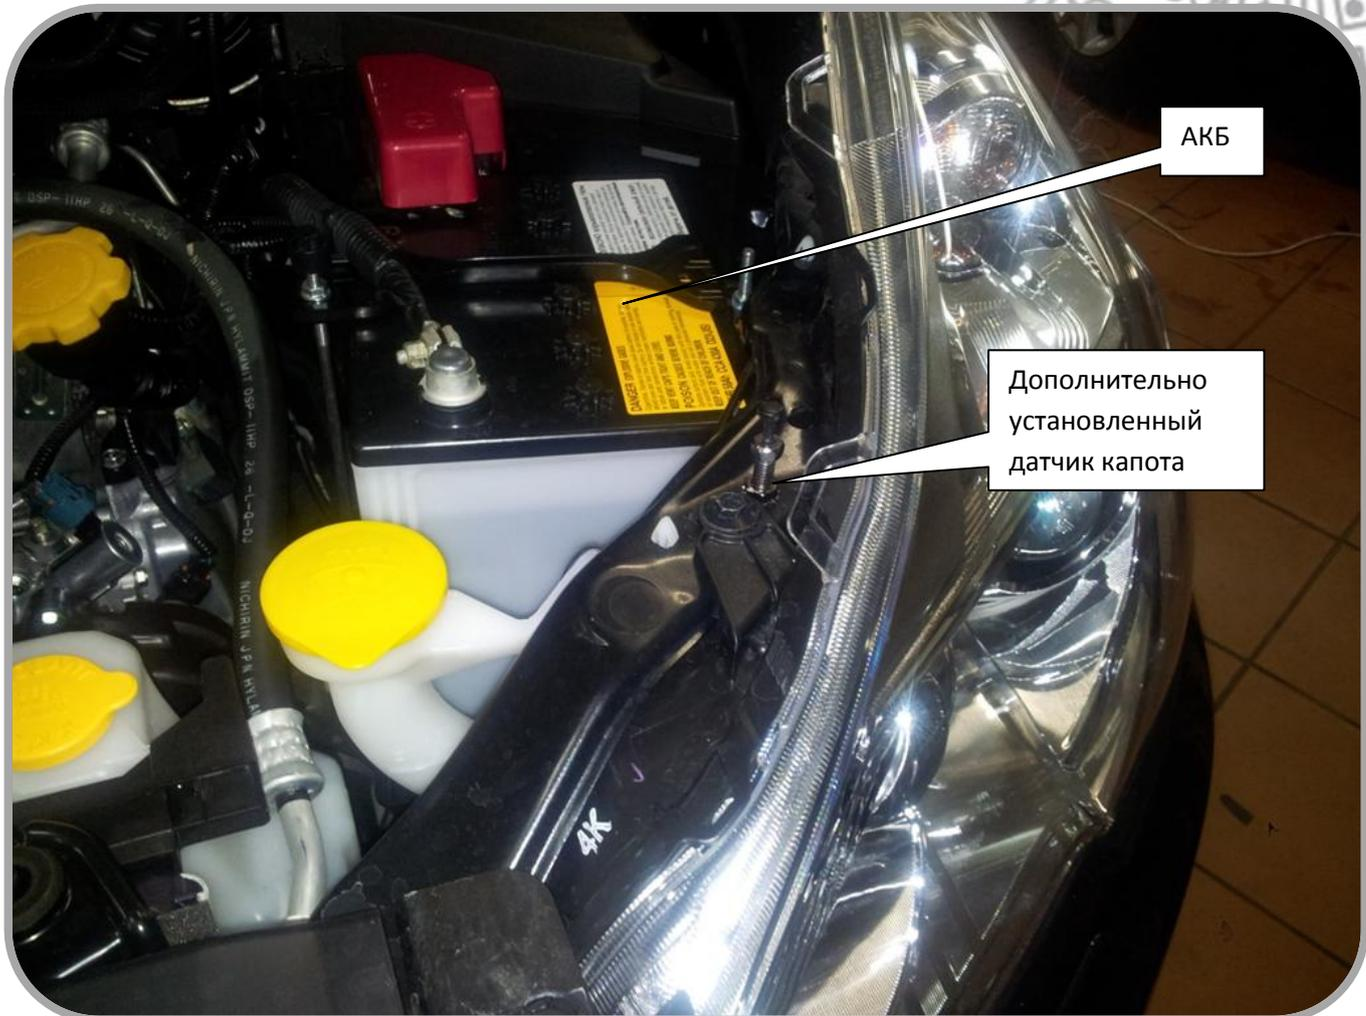

Рис. 22: Возможное место установки датчика капота
Для подключения датчика открытия капота нужно провести **жёлтый/зелёный** провод, **pin 8** разъёма **CN10** системы Scher-Khan UNIVERSE 1 (2) в моторный отсек через штатную резиновую втулку на моторном щите, (см. рис. 5), и подключить этот провод к дополнительно установленному концевому выключателю. Возможное место установки датчика у левой фары указано на рис. 22.